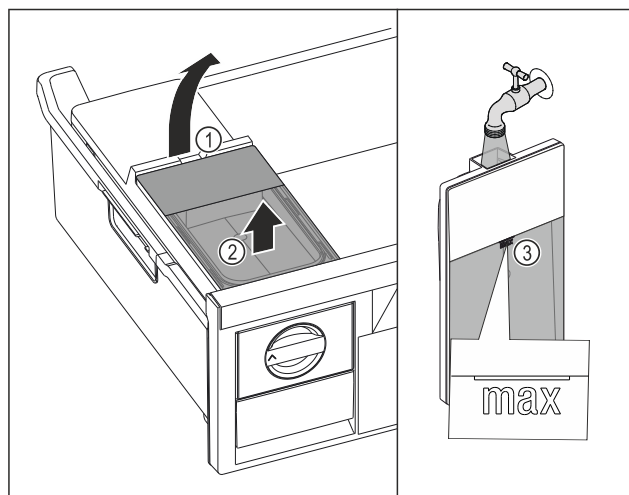

Fig. 71
- Nádržku na vodu nadvihnite za vybranie Fig. 71 (1).
- Nádržku na vodu odoberte nahor. Fig. 71 (2)
- Nádržku na vodu naplňte pitnou vodou po značku Fig. 71 (3).